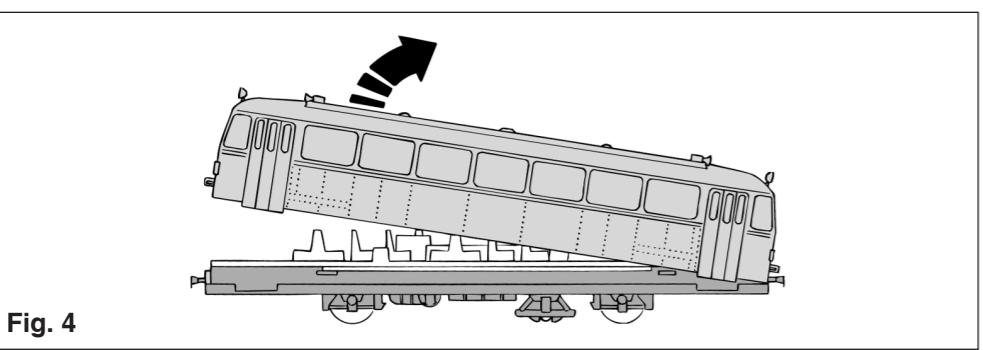

Fig. 4
**Öffnen:** Ein Öffnen des Triebwagens ist nur nötig zum Lampenwechsel, Schleifkohlenwechsel und Ölen der Motorläger (Fig. 4). Durch leichtes Zusammendrücken im oberen Türbereich lässt sich das Gehäuse vom Fahrzeugunterteil abheben. Beim Zusammenbau ist unbedingt darauf zu achten, dass die Kontakte im Inneren des Wagens weder beschädigt noch seitenverkehrt aufgesetzt werden.
L'ouverture de la motrice n'est pas nécessaire que pour un remplacement des lampes, ou des carbons de moteur et/ou la lubrification des piliers du moteur (Fig. 4). Une légère pression au niveau supérieur des portes permet de retirer la carrosserie. Au remontage, veiller à ne pas endommager les contacts à l'intérieur du véhicule ou à ne pas les remonter dans le mauvais sens.
Het openen van de motorwagen is alleen noodzaakelijk om de lampjes of de koolbostels te verwangen of om de motorlagers te oliën (Fig. 4). Door de wagenbak aan de bovenzijde van de deuren voorzichtig samen te drukken komt deze los van het onderstel. Bij de montage is het van belang dat de kontakten binnen in de wagen onbeschadigd en op de juiste manier geplaatst worden.
Motorvognen bør kun åbnes ved udskiftning af pærer, kul og ve smøring (Fig. 4).
L'autotreno va aperto solo se si devono cambiare le lampadine, le spazzole e lubrificare il motore (Fig. 4). Esercitando una leggera pressione all'altezza della parte superiore della porta, lo chassis si stacca agevolmente dalla parte inferiore del veicolo. Nel rimontaggio fare attenzione a non danneggiare i contatti all'interno della carrozza o ad invertirli.